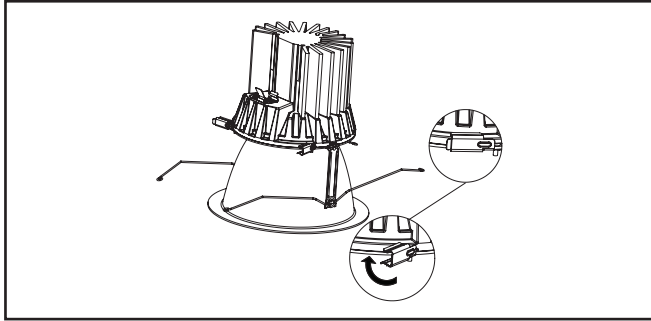

Figure 6
- Tournez les attaches latérales (3) en place pour fixer l'assemblage de la garniture au moteur lumineux à DEL en toute sécurité (Figure 6)